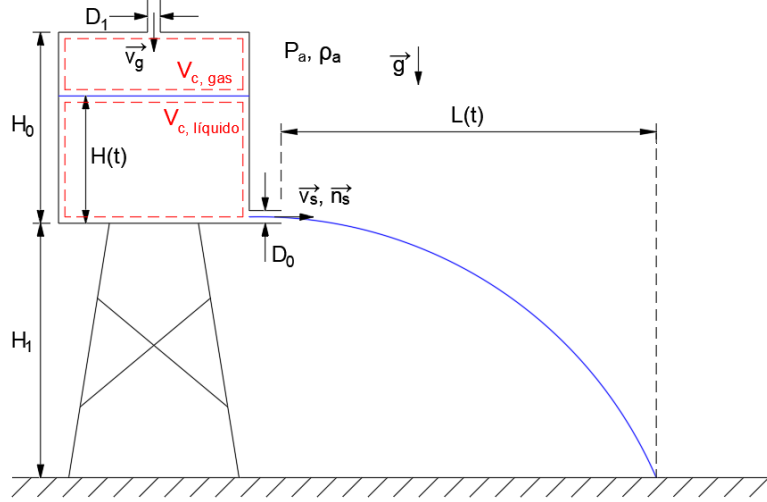

Figura 27: Esquema del depósito en altura.
5. Dado el depósito de la Figura 27, determinar la expresión de la longitud que recorre el chorro que sale del depósito, en función del tiempo.